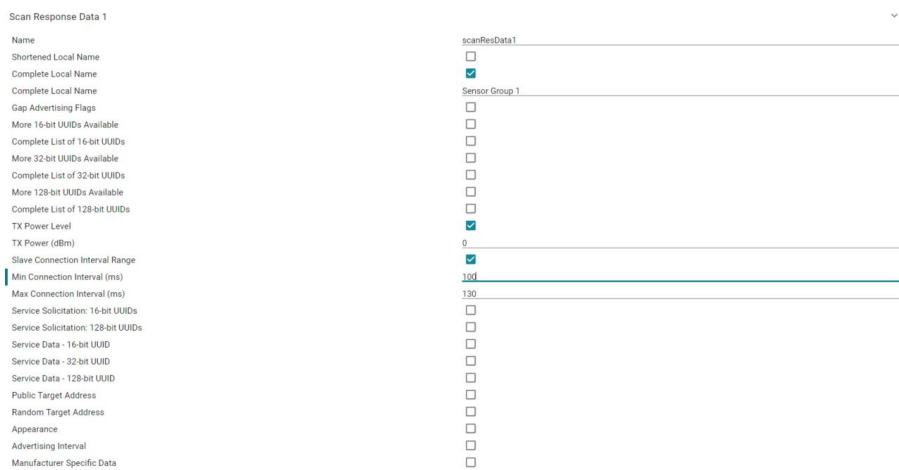

FIGURE 7 – Scan Response Data 1 modification
- (b) Modification du *Scan Response Data 1* dans la section *Advertisement Set 1*, la figure 7 montre la configuration nécessaire pour ce paramètre. Le *Complete Local Name* doit être pareil à celui que nous avons configuré pour le Device Name.